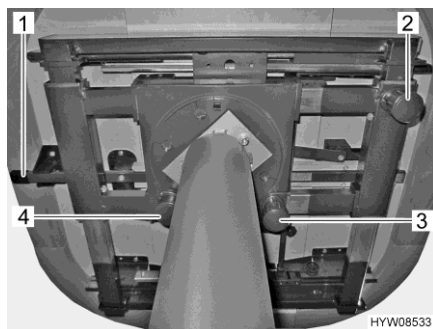
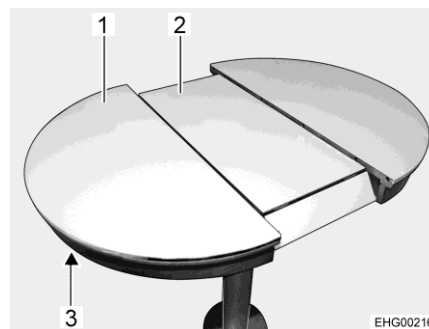

Fig. 82 Posibilidades de ajuste de la mesa
Fig. 83 Ampliar el tablero de la mesa
- Tirar hacia abajo el botón (Fig. 82,3) y mantenerlo ahí.
- Tirar hacia abajo el botón (Fig. 82,2) y mantenerlo ahí.
- Tirar el botón (Fig. 82,4) del bloqueo hacia abajo.
- Presionar el desbloqueo (Fig. 82,1 y Fig. 83,3) hacia arriba.
- Tirar del tablero de la mesa (Fig. 83,1) hasta que la pieza central (Fig. 83,2) se eleve y esté a la altura del tablero de mesa.
- Presionar el desbloqueo (Fig. 83,3) hacia arriba.
- Tirar del tablero de la mesa (Fig. 83,1) hasta que la pieza central (Fig. 83,2) quede libre.